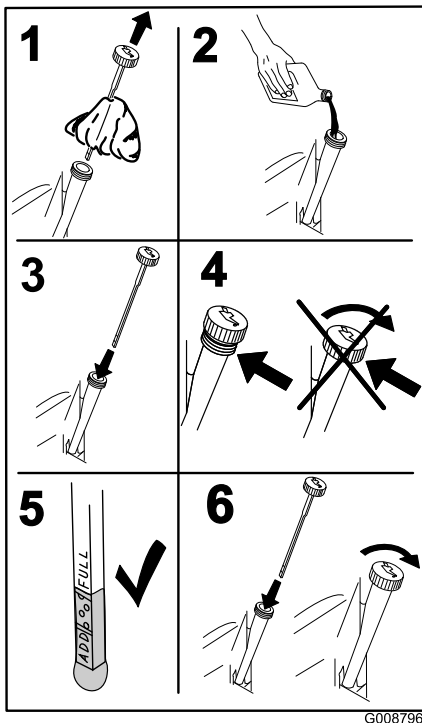

Figura 54
- Vierta lentamente un 80% aproximadamente del aceite especificado por el tubo de llenado, luego añada lentamente el resto del aceite hasta que llegue a la marca **Full** (Figura 54).